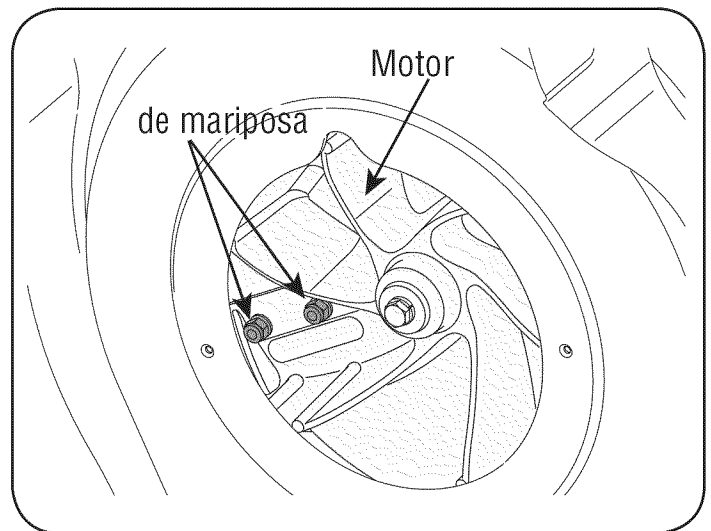

Figura 28
- Es posible alcanzar las tuercas de los tornillos de cabeza plana desde la parte inferior, mediante una llave universal de 1/2 pulg. con extensión. Vea la figura 28.